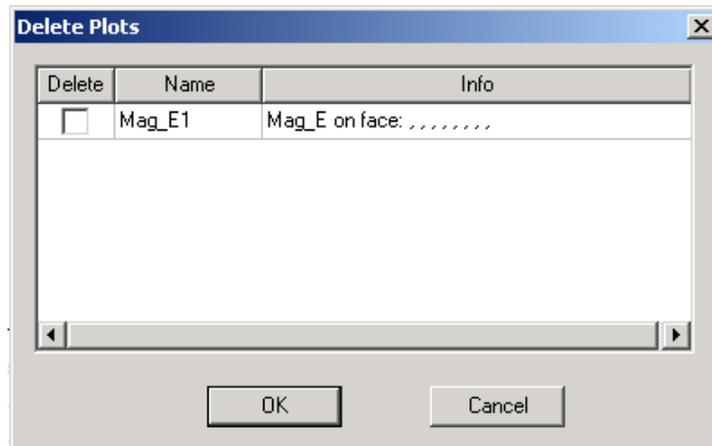

Рис. 8.45. Окно удаления графиков
1. В меню **HFSS**, укажите на **Fields** и затем кликните **Delete Plot**. Появляется диалог **Delete Plots** (рис. 8.45).